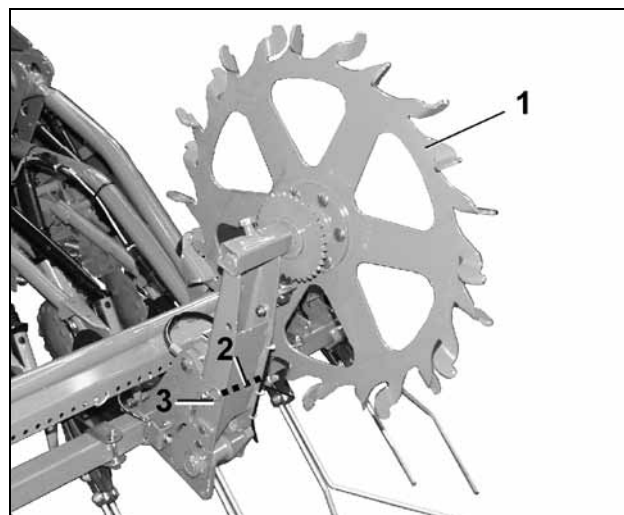

Fig. 114
- Sollevare brevemente a mano la ruota con sperone (Fig. 114/1), allentare la chiavetta trasversale elastica (Fig. 114/3), estrarre il bullone (Fig. 114/2) e abbassare la ruota con sperone.